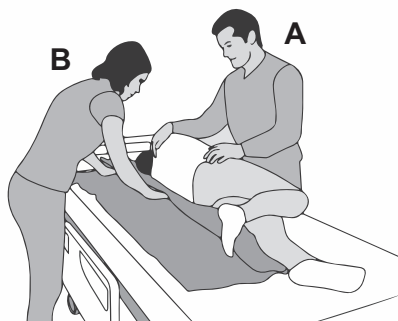

Figura 5
5. (Assistente B) Collocare il telino ad alto scorrimento sotto il paziente. (**Vedere Figura 5**) Nel caso di un telino ad alto scorrimento corto, collocarlo sotto la parte del corpo che viene spostata.